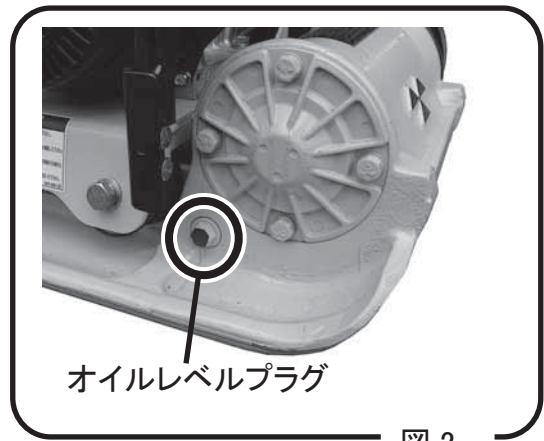

図 2
- 6 本機を水平にして起振体のオイルレベルプラグを外し、起振体オイルが口元まで入っているか確認して下さい。オイルレベルプラグは起振体ケース右側面(反ベルト側)にあります。(図2)